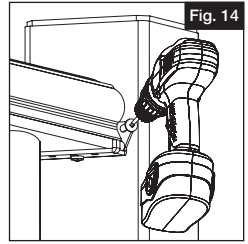
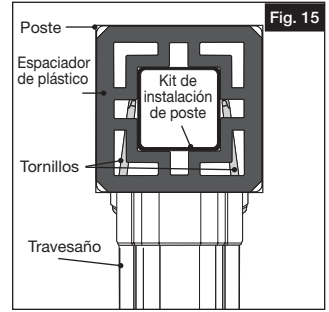

Fig. 14
Fig. 15
- b. Instale los tornillos cuadrados #10 de $2\frac{1}{2}$ " (Fig. 14). Mirando de arriba abajo, compruebe que los tornillos penetren en el poste de madera (o espaciador de plástico del kit de instalación del poste) (Fig. 15).